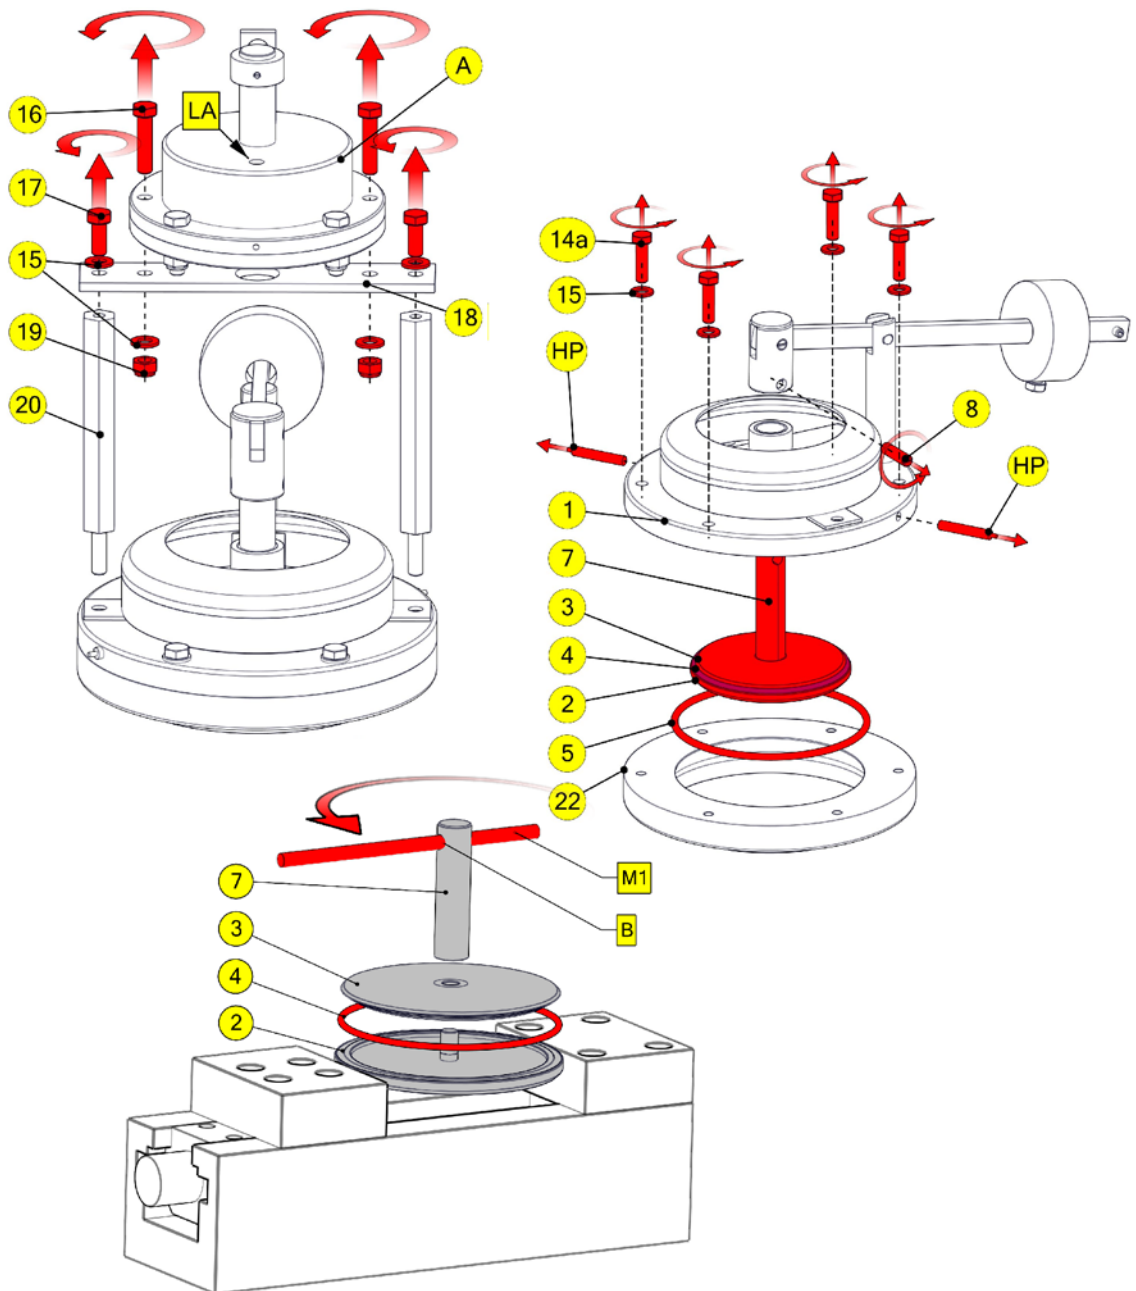

Fig. 1
Si se cambia la posición del peso (12) en la dirección (B) (fig. 1), ya no está asegurado que la válvula se cierre. Si se cambia la posición del peso (12) en la dirección (A) cambia la columna de agua de abertura ajustada a la columna de agua Wc máx.